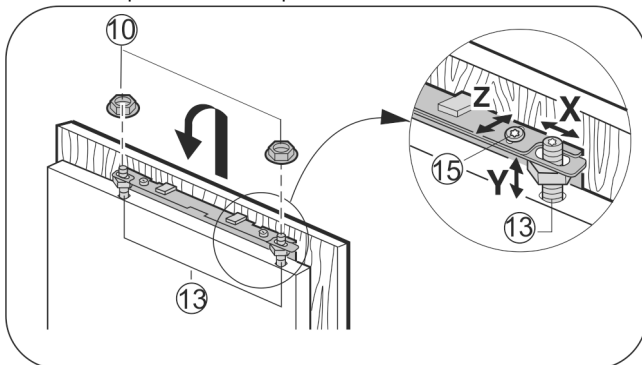

Fig. 27
- ▶ Appendere l'anta del mobile ai perni di regolazione Fig. 27 (13) e avvitare leggermente i controdadi Fig. 27 (10) sui perni di regolazione.
- ▶ Regolare l'altezza Y e l'inclinazione laterale dell'anta del mobile: Con un cacciavite regolare i Fig. 27 (13) perni di regolazione.
- ▶ Stringere i Fig. 27 (10) controdadi.